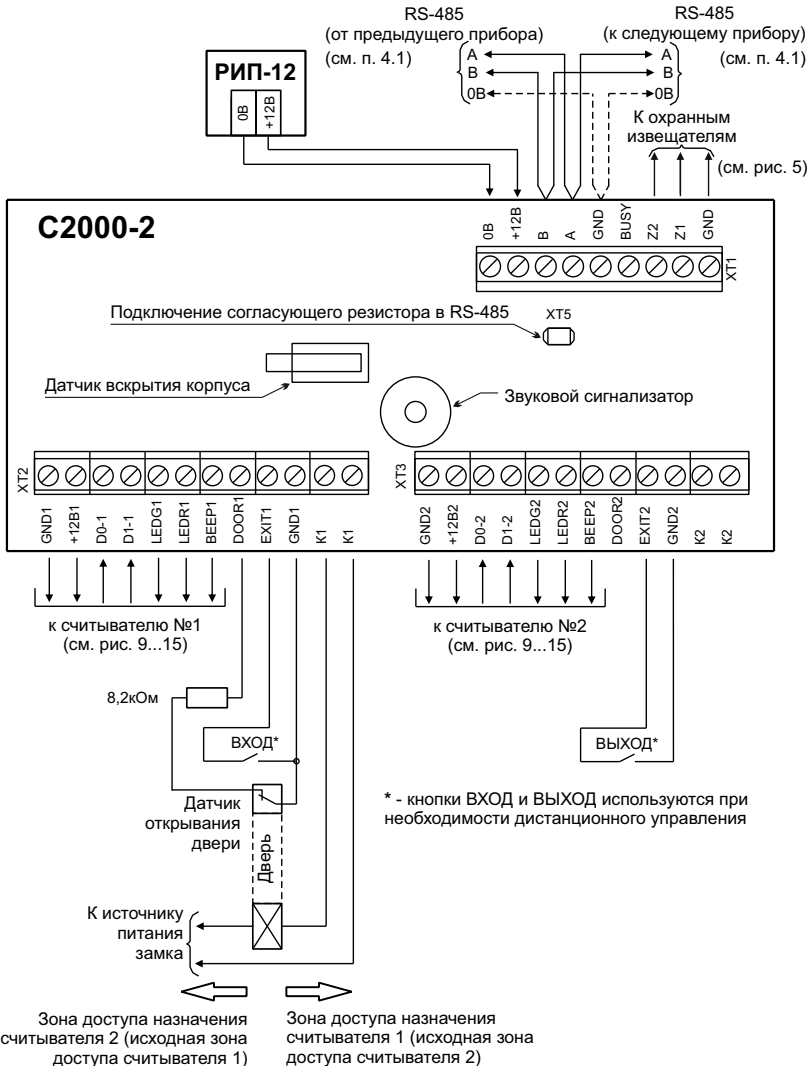

Рисунок 18. Схема подключения контроллера в режиме «Одна дверь на вход/выход»
4.8.1 Подключите цепи управления замком и датчик прохода к контактам контроллера, обозначение которых заканчивается цифрой 1 (см. рис. 18). Второе реле может управляться по интерфейсу RS-485 командами от пульта «С2000» («С2000М») или компьютера.